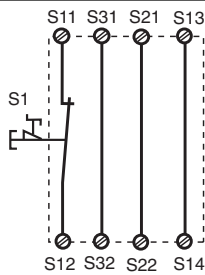
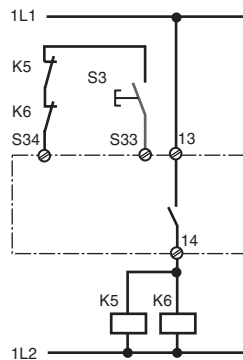

Fig. 2: Eingangskreis einkanalig, automat. Start/Single-channel input circuit, automatic reset/Commande par 1 canal, validation automatique
Fig. 9: wie Fig. 8 mit überwachtem Start/connection for contactors/relays and monitored reset/comme Fig. 8 avec surveillance du poussoir de validation
In Fig. 2 ... Fig. 9 sind Anschlussbeispiele für Not-Halt-Beschaltung mit automatischem und überwachtem Start, Schutztürsteuerungen sowie Kontaktvervielfachung durch externe Schütze dargestellt.
- Fig. 2 und 7: **keine** Verbindung S33-S34. Das Gerät startet bei Spannungsausfall und -wiederkehr automatisch. Verhindern Sie einen unerwarteten Wiederanlauf durch externe Schaltungsmaßnahmen.
In Fig. 2 ... Fig. 9 are connection examples for Emergency Stop wiring with automatic and monitored reset. Safety gate controls as well as contact expansion via external contactors.
- Fig. 2 and 7: S33-S34 **not** connected. The device starts automatically after loss of power. You should prevent an unintended start-up by using external circuitry measures.
Les figures 2 à 9 représentent les différents câblages possibles du PNOZ X13 à savoir : poussoir AU avec réarmement automatique ou auto-côntrolé, interrupteurs de position et augmentation du nombre des contacts de sécurité par contacteurs externes.
- Fig. 2 et 7: **pas** de câblage sur S33-S34. L'appareil se réarme automatiquement après une coupure et une remise sous tension. Evitez tout risque de redémarrage par un câblage externe approprié.